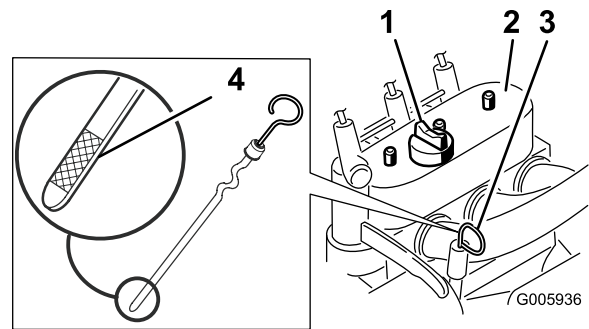

Figura 28
4. Pulite l'area intorno all'asta di livello dell'olio (Figura 28).
5. Estraete l'asta di livello dell'olio e pulite l'estremità metallica (Figura 28).
6. Infilate fino in fondo l'asta di livello nel relativo tubo (Figura 28).
8. Se il livello dell'olio è basso, pulite l'area attorno al tappo di riempimento dell'olio e rimuovetelo (Figura 28).
11. Togliete il tappo di riempimento dell'olio (Figura 28) e versate lentamente l'80% circa della quantità d'olio specificata attraverso il coperchio della valvola.